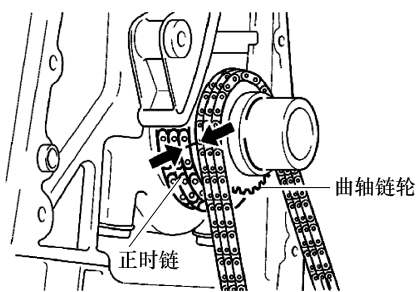

图 10-18 做对正标记
1) 在曲轴链轮和正时链上做好对正标记 (箭头位置), 如图 10-18 所示。